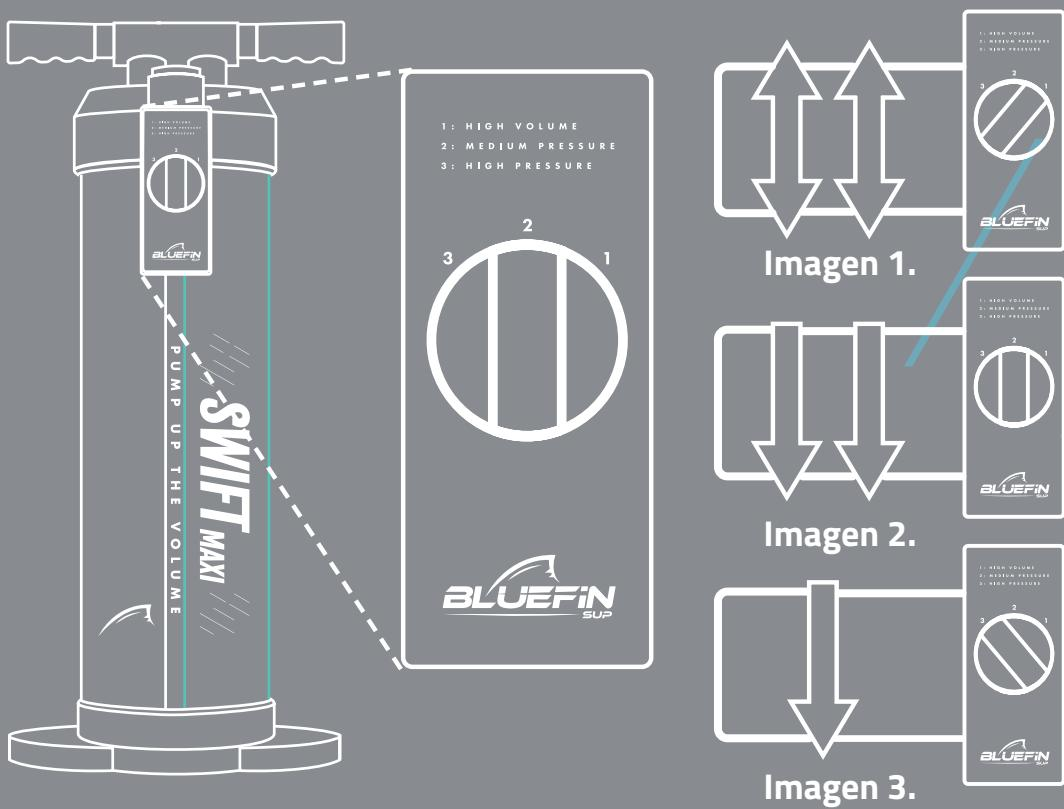

Imagen 1.
- Para usar el bombín para inflar, fija el tubo girándolo hacia la derecha en la salida de aire del bombín, donde dice "Inflate", **Imagen 1**. Para desinflar fija el tubo girándolo a la derecha en la salida de aire del bombín donde dice "Deflate", **Imagen 2**.
- Para usar la doble cámara del bombín, en función acción doble (el bombín infla o desinfla tanto en el movimiento ascendente como descendente usando las dos cámaras) gira la rueda en la parte frontal del bombín a la posición 1. **Imagen 1.** Utiliza esta función cuando añadas/elimines un gran volumen de aire rápidamente.